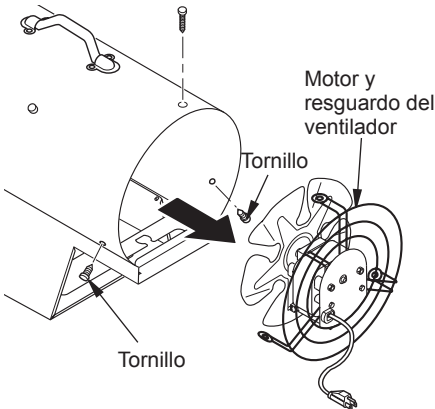

Figura 9. Reemplazo del motor y el resguardo del ventilador en el calentador VENTILADOR
11. Coloque el motor y el resguardo del ventilador en la parte posterior de la cubierta del calentador. Asegúrese que el cable de alimentación esté situado correctamente (consulte la figura 9).
12. Inserte tres tornillos a través de la cubierta del calentador y hacia el interior del resguardo del ventilador (consulte la figura 9). Apriete los tornillos firmemente.
8. Coloque el motor y el resguardo del ventilador en la parte posterior de la cubierta del calentador. Asegúrese que el cable de alimentación esté situado correctamente (consulte la figura 9).